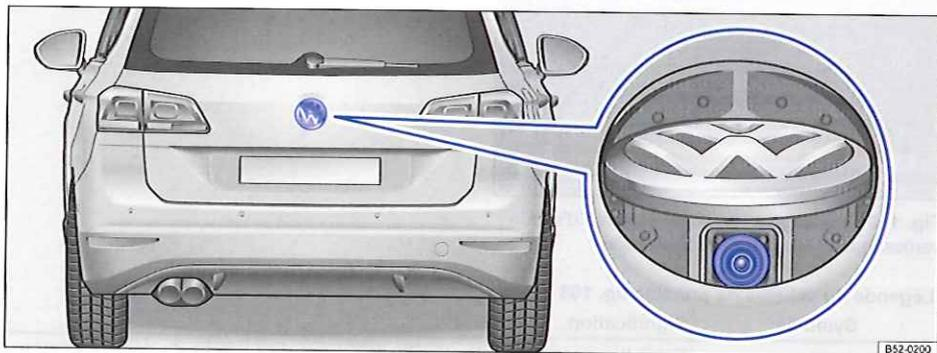

Fig. 162 Dans le hayon : emplacement de montage de la caméra de recul
Une caméra située dans le hayon ⇒ **fig. 162** vous assiste lorsque vous effectuez un stationnement en marche arrière ou des manœuvres. L'image de la caméra ainsi que les lignes d'aide à l'orientation sont projetées par le système à l'écran du système d'infodivertissement de première monte.
- ✓ L'image doit être fiable et claire (par ex. bonnes conditions de visibilité et lentille propre) ⇒ fig. 162.
La caméra de recul ⇒ fig. 162 (agrandissement) ne retransmet que des images bidimensionnelles. Les creux ainsi que les objets saillants au sol ou les
Assurez-vous que la lentille ⇒ fig. 162 (agrandissement) est propre et exempte de neige et de givre :